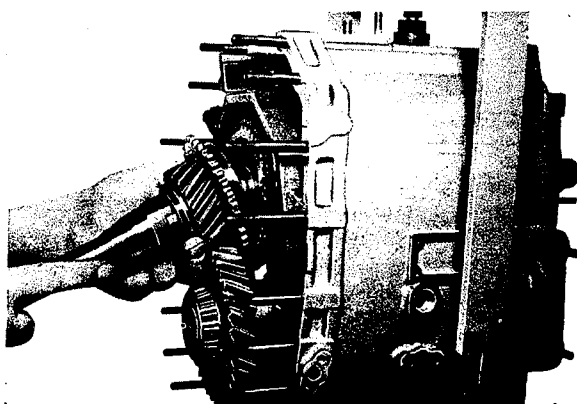

Fig. 46
2. Enficher la bague de synchronisation (402) et la cage à plusieurs rangées de rouleaux (401) sur le tourillon de l'arbre principal. Faire glisser l'arbre menant (208) sur la cage à plusieurs rangées de rouleaux (fig. 46).